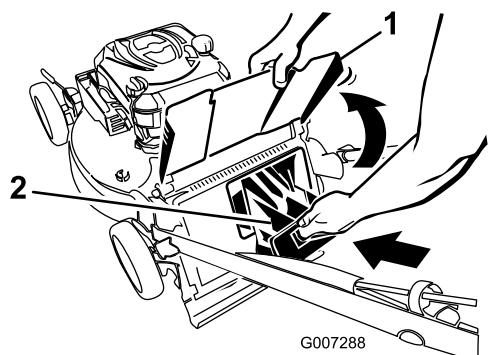

**Figure 28**
- Faites passer le câble du lanceur autour du guide inférieur (Figure 28).